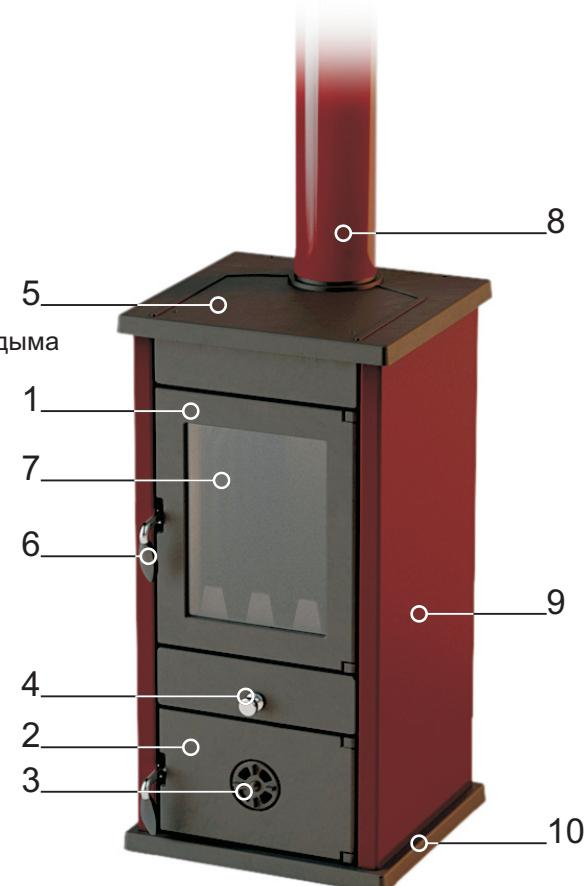

Рисунок 1.
- Регулятором первичного воздуха в печи Вы регулируете температуру, мощность и скорость сгорания топлива(Рисунок 1, позиция 3).
Рабочий стол печи - чугунная варочная поверхность(рисунок 1,позиция 4) на которой находится дымоотводный патрубок (рисунок 1,позиция 6).
Дверка топочной камеры(рисунок 1,позиция 1) - чугунная с прозрачным жаростойким стеклом, дверка зольного ящика (рисунок 1,позиция 2) - чугунная с регулятором подачи воздуха(рисунок 1,позиция 3).
- дверку зольного ящика оставьте открытой до появления стабильного огня, после закрытия интенсивность горения регулируйте с помощью регулятора подачи воздуха (рисунок 1,позиция 3);